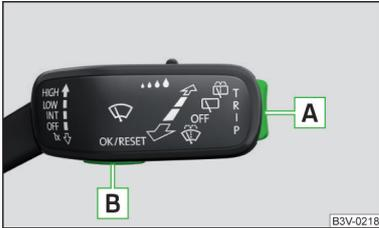
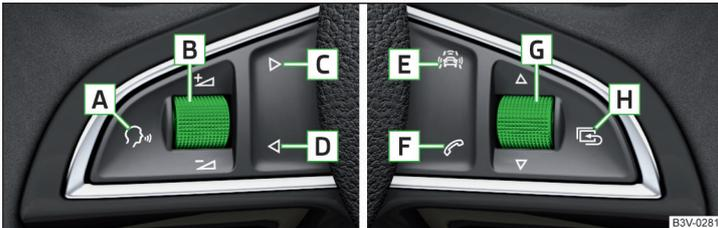

Abb. 32
Abb. 33 Tasten/Einstellräder: am Multifunktionslenkrad
▶ Die Taste **A** am Bedienungshebel länger drücken » **Abb. 32 auf Seite 46.**
▶ Das Einstellrad **G** am Multifunktionslenkrad länger drücken » **Abb. 33 auf Seite 46.**
Die Menüs können mittels der Tasten am Bedienungshebel » **Abb. 32 auf Seite 46** bzw. am Multifunktionslenkrad » **Abb. 33 auf Seite 46** bedient werden.
Durch anschließendes Drehen des Einstellrads **G** » **Abb. 33 auf Seite 46** am Multifunktionslenkrad wird das Menü **Letzte Ziele** angezeigt.
➤ Das Einstellrad **G** » **Abb. 33 auf Seite 46** drehen.